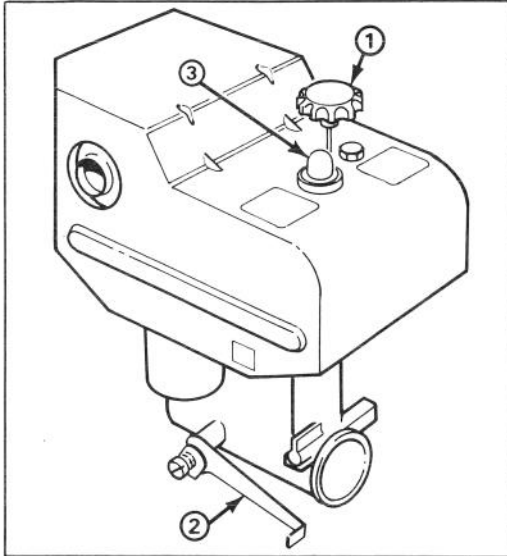

Figure 10
**Commande des gaz** (fig. 10)—Levez la commande des gaz pour augmenter la vitesse du moteur.
**Starter** (fig. 10)—Le starter se trouve à gauche du moteur. Abaissez-le en position EN SERVICE maximale pour faire démarrer un moteur à froid. Lorsque celui-ci commence à se réchauffer, ramenez progressivement le starter vers la position HORS SERVICE.
**Commande d'amorçage** (fig. 10)—Appuyez sur cette commande pour pomper une petite quantité d'essence dans le moteur afin d'aider au démarrage par temps froid.
3. Mettez le starter en position EN SERVICE maximale (fig. 10).
5. Appuyez sur la commande d'amorçage (fig. 10) à cinq reprises.
position (fig. 10); laissez le moteur se réchauffer, puis descendez le starter à mi-course, et enfin en position HORS SERVICE. Si le moteur broute, remettez-le à mi-course. Lorsqu'il a suffisamment chauffé, redescendez sur la position HORS SERVICE.